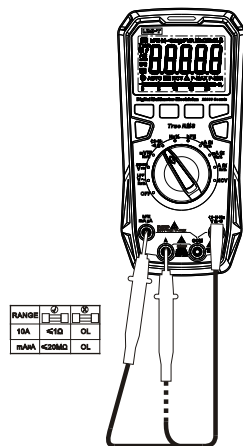

图 18a
- 利用电阻测量功能档可自检内置1A和10A保险丝。具体操作见(图18a), 将红色表笔插入  $\frac{1}{2}Hz$  (UT61B+/UT61E+) 或  $\frac{1}{2}Hz$  (UT61D+) 输入端口, 表笔尖插入“mA uA”输入端口测量阻值, 若显示屏显示“0L”, 则1A保险丝熔断。将红色表笔尖插入“A”输入端口测量阻值, 若显示屏显示“0L”, 则10A保险丝熔断。